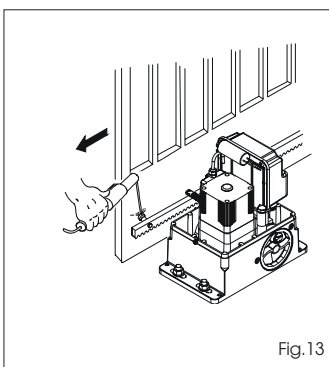

Fig. 13
- 3) Appoggiare sul pignone il primo pezzo di cremagliera a livello e saldare il nottolino filettato sul cancello come indicato in Fig. 13.